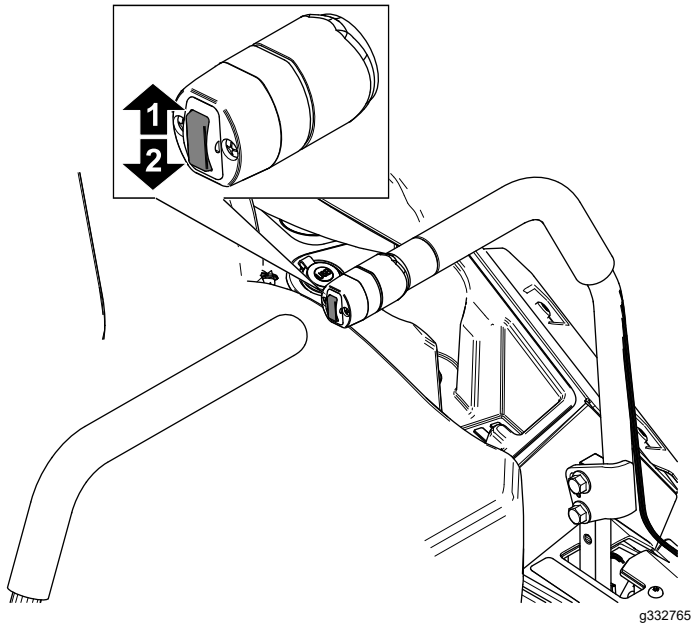

Bild 30
1. Drücken Sie den Mähwerkhubschalter nach oben (Bild 30).
3. Drücken Sie den Mähwerkhubschalter nach unten, um die Schnitthöhe einzustellen (Bild 30).